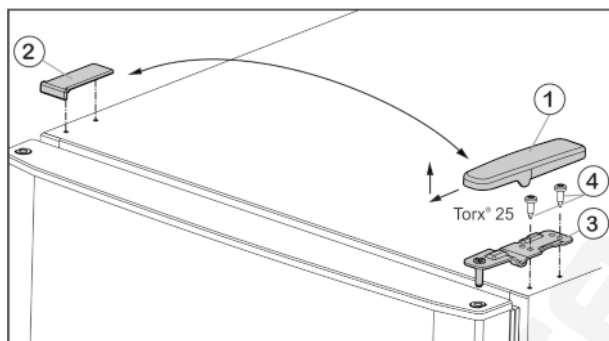
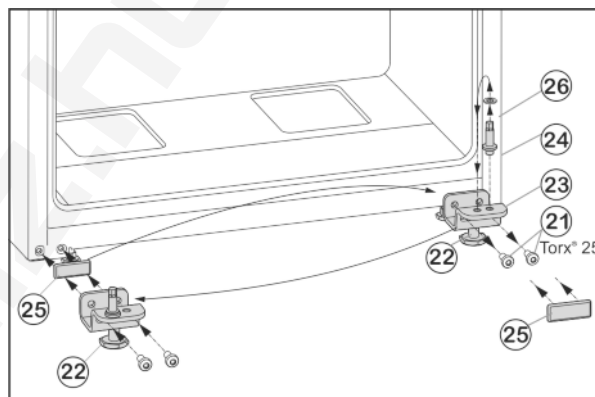

Fig. 5
Fig. 7
- Előre és felfele húzza le a fedelet Fig. 5 (1).
- Emelje le a fedelet Fig. 5 (2).
- Csavarozza le az Fig. 5 (3) felső csapágybakját (2 x Torx® 25, Fig. 5 (4)), és felfele húzza le.
- Tekerje le a rögzítőcsavarokat Fig. 7 (21).
- Vegye le a teljes alsó csapágybakot Fig. 7 (23) a csapszeggel Fig. 7 (24), az alátéttel Fig. 7 (26) és a beállító lábbal Fig. 7 (22).
- Csavarozza le a teljes csapágybakot Fig. 7 (24) az alátéttel Fig. 7 (26), helyezze át a csapágybak túloldali felvevő furatába, és csavarozza vissza.
- Óvatosan vegye le a fedőlemezt Fig. 7 (25), és helyezze át az ellenkező oldalra.
- A teljes alsó csapágybakot Fig. 7 (23) a csapszeggel Fig. 7 (24), az alátéttel Fig. 7 (26) és a beállító lábbal Fig. 7 (22) a csuklópánt új oldalán **erősen (4 Nm-es nyomatékkal)** csavarozza vissza, adott esetben egy akkus csavarhúzó használatával.
- Az alsó ajtót felülről helyezze a csapszegre Fig. 7 (24).
- A középső csapágybakot (13) 180°-kal elfordítva csavarozza be az alsó ajtóba rögzítőcsavarokkal (11) (2 db Torx® 25) **erősen (4 Nm-es nyomatékkal)** az új csuklópánt oldalára.
- Helyezze vissza a műanyag alátéteket (10).
- A felső ajtót helyezze a középső csapágybakra (13).
- A felső csapágybakot Fig. 5 (3) helyezze a csuklópánt új oldalán az ajtóba.
- A felső csapágybakot **erősen (4 Nm-es nyomatékkal)** csavarozza fel – (2 db Torx® 25) Fig. 5 (4). Adott esetben használjon akkus csavarhúzót.
- A fedelet Fig. 5 (1) kívülről helyezze fel az ellenkező oldalra és pattintsa be.
- ▶ A fedelet *Fig. 5 (2)* mindig felülről helyezze fel az ellenkező oldalra és pattintsa be.
- ▶ Tekerje ki az állítólabát *Fig. 7 (22)* az alsó csapágybakból *Fig. 7 (23)*, míg hozzá nem ér a talajhoz.